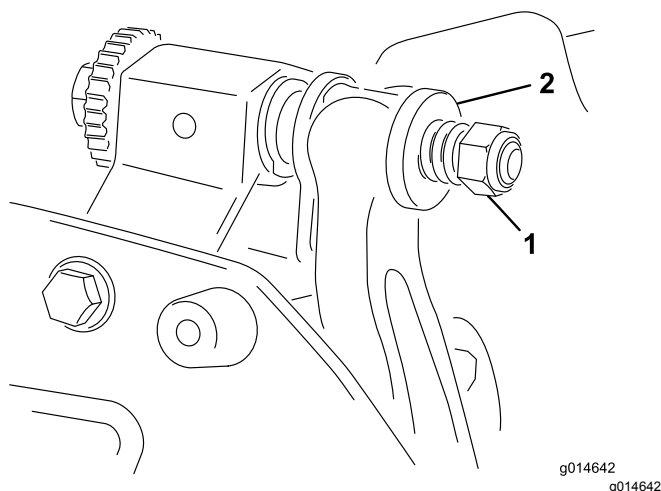

Figura 22
5. Aperte a porca da mola tensora até que a mola fique recolhida; em seguida, desaperte meia volta (**Figura 22**).